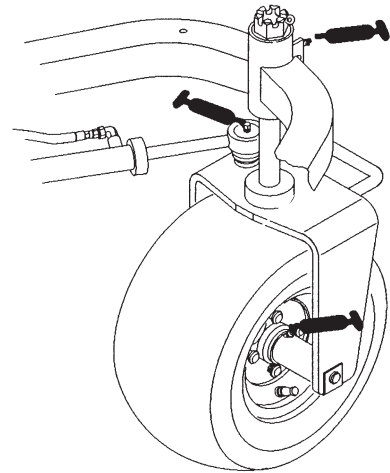
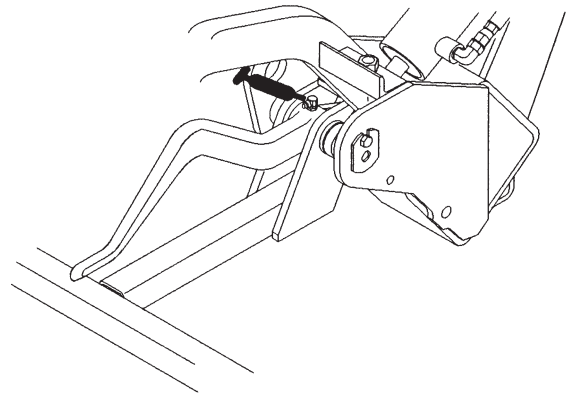
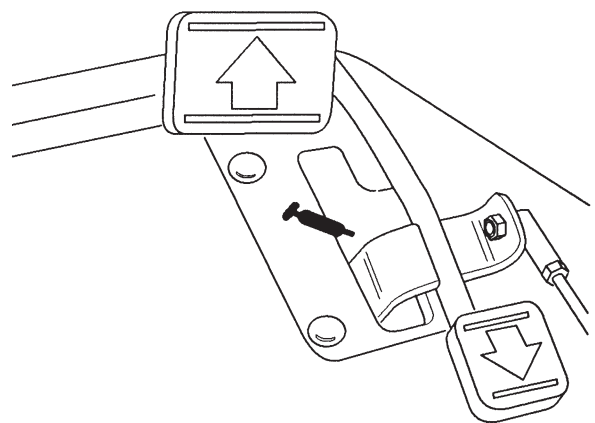

Bild 16
Bild 17
Bild 18
Die Lager und Büchsen der Zugmaschine, die abgeschmiert werden müssen, sind: Radnabe hinten (1), Laufrollenlager (1), Lenkzylinder (2) (Bild 16), Hubarme (3) (Bild 17), Fahrpedalgelenk (1) (Bild 18).